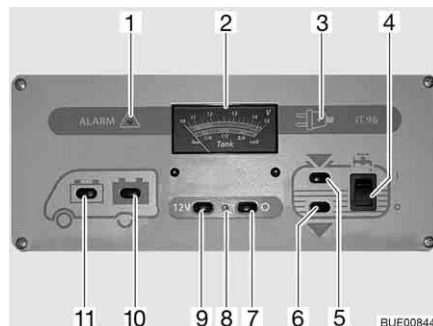

Fig. 167 Panneau de contrôle IT 96-2
L'interrupteur principal 12 V (Fig. 167,7 et 9) établit ou coupe le panneau de contrôle et l'alimentation 12 V de la cellule.
*Mise en marche :* ■ Appuyer sur le commutateur (Fig. 167,9) "12 V" : L'alimentation 12 V de la cellule est assurée. Le voyant de contrôle (Fig. 167,8) s'allume en vert.
*Mise hors service :* ■ Appuyer sur le commutateur (Fig. 167,7) "O" : L'alimentation 12 V de la cellule est coupée. Le voyant de contrôle (Fig. 167,8) s'éteint.
Observer sur l'indicateur de charge/de niveau de réservoir (Fig. 167,2), la graduation supérieure. L'indicateur s'éclaire automatiquement dès qu'un commutateur est actionné.
- Appuyer sur le commutateur (Fig. 167,11)  : La tension de la batterie de démarrage est affichée.
- Appuyer sur le commutateur (Fig. 167,10)  : La tension de la batterie de cellule est affichée.
Observer sur l'indicateur de charge/de niveau de réservoir (Fig. 167,2) la graduation inférieure. L'indicateur s'éclaire automatiquement dès qu'un commutateur est actionné.
- Appuyer sur le commutateur (Fig. 167,5)  : Le niveau du réservoir d'eau est affiché.
- Appuyer sur le commutateur (Fig. 167,6)  : Le niveau du réservoir d'eaux usées est affiché.
*Mise en marche :* ■ Commutateur à bascule (Fig. 167,4) vers le haut "I" : L'alimentation en eau est activée.
*Mise hors service :* ■ Commutateur à bascule (Fig. 167,4) vers le bas "O" : L'alimentation en eau est désactivée.
Le voyant d'alerte rouge "ALARM" (alarme) (Fig. 167,1) clignote dès que la charge de la batterie de cellule descend en dessous de 11 V (mesurée en marche) et qu'il y a risque de décharge profonde des batteries.
Le voyant de contrôle 12 V (Fig. 167,8) s'allume dès que l'interrupteur principal 12 V (Fig. 167,9) est enclenché.
Le voyant de contrôle jaune 230 V (Fig. 167,3) s'allume si l'arrivée du bloc électrique est sous tension de réseau.